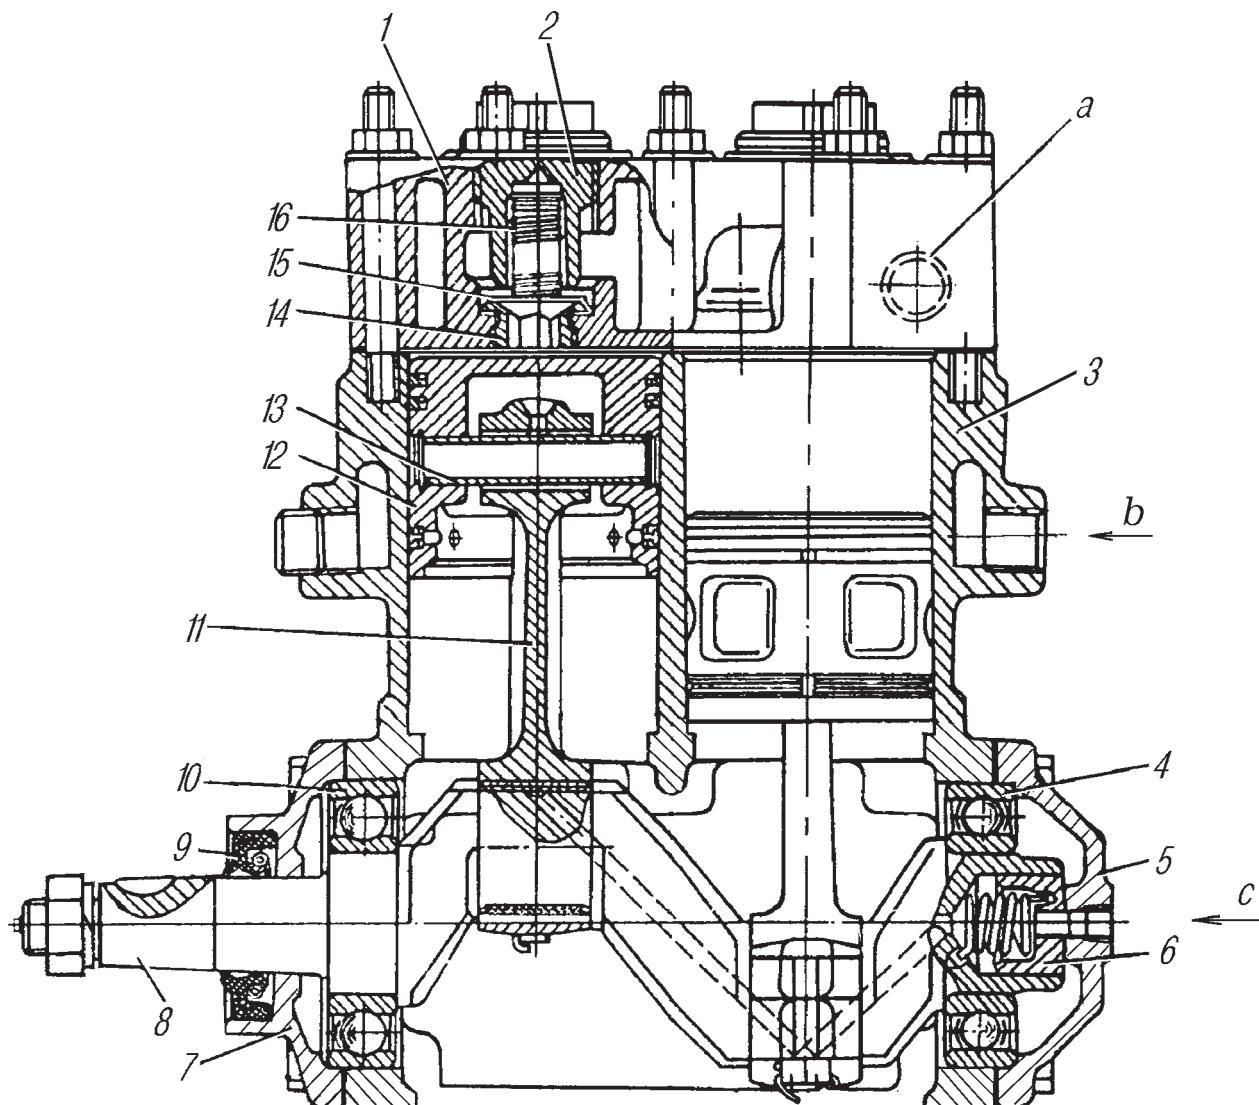

Рис. 68. Компрессор:
**Компрессор** (рис. 68) поршневого типа, непрямоточный, двухцилиндровый, одноступенчатого сжатия.